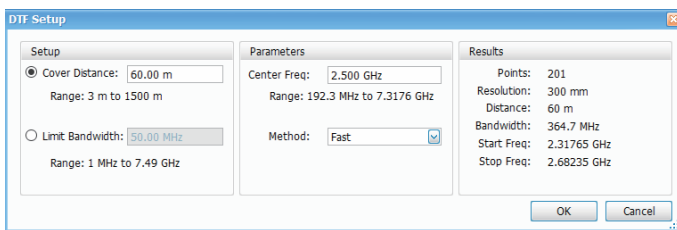

図7. カバー距離の設定
9. 図7のように、Cover Distanceを設定します。DUT（アンテナなど）までのケーブル長または距離を設定します。アンテナまたはケーブルをテストする場合など、アナライザとDUT間の信号経路に周波数を制限するデバイスがない場合にこの設定は推奨されます。しかし、障害点の位置を正確に測定するために、カバー距離を短く設定することができます（例えば、ケーブル長が100mで障害点が30m地点の1ヶ所だけの場合、35mにすることができます）。距離を短くすることで、そのポイント数における距離分解能が上がります。